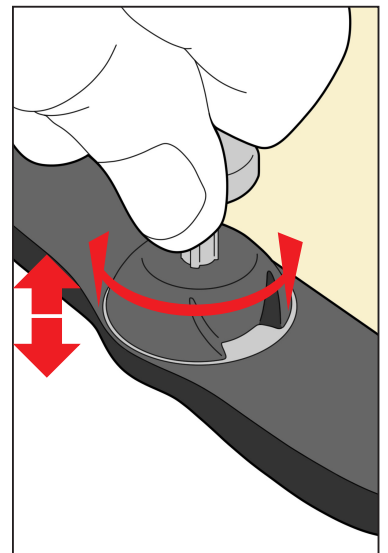

图7
1. 旋转前热塑性塑料面罩上的各个销钉至所需垫片高度；推荐 2 mm（标记的增量为 0.5 mm（图 7））。